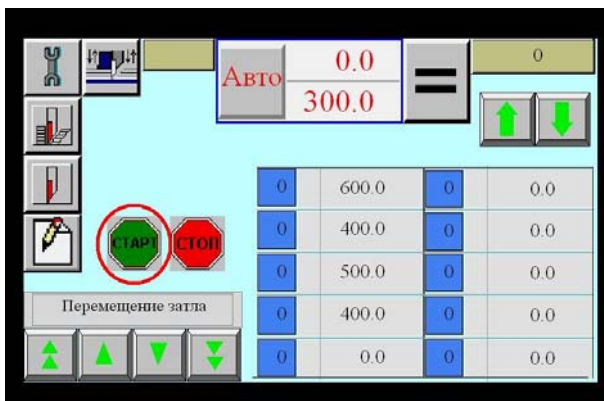

Рисунок 2.10
**Выполнение программы.** Находясь в основном меню нажмите кнопку **Авто/Ручной**, чтобы выбрать режим **Авто**. Нажмите кнопку **Старт** в главном меню (Рисунок 2.10). Откроется окно выполнения программы, а затл переместится на первую позицию реза. После выполнения реза, затл переместится на следующую позицию, и так далее. Для пропуска реза нажмите кнопку **Пропустить Рез**, затл при этом перейдет к следующей позиции. После выполнения всех строк программа начнет выполняться с первой строки.